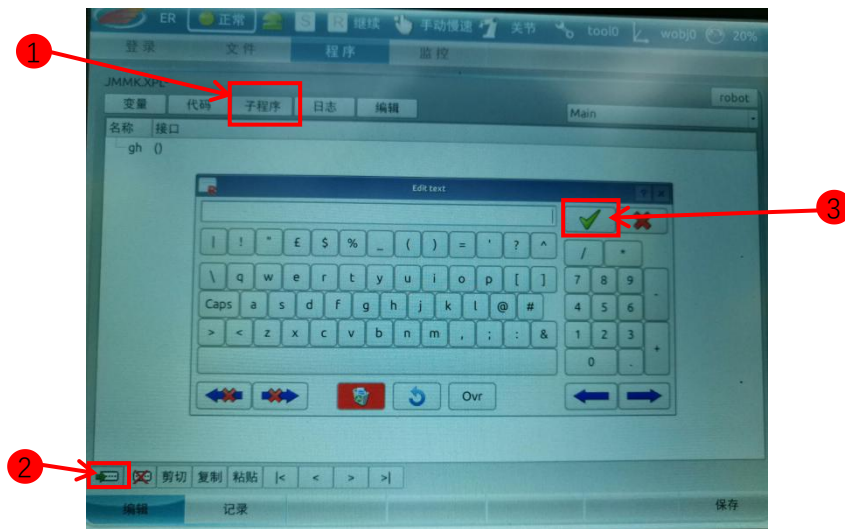

图 23
1. 点击“子程序”标签（图 23 中标记 1），
2. 点击新建按钮“”（图 23 中标记 2），在弹出的虚拟键盘对话框中填入子程序名称后，点击确认即可完成子程序的添加。